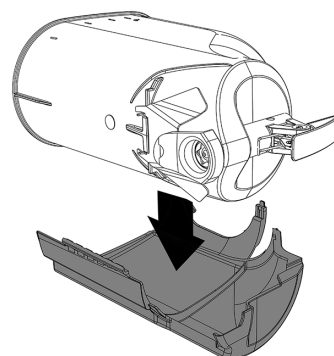
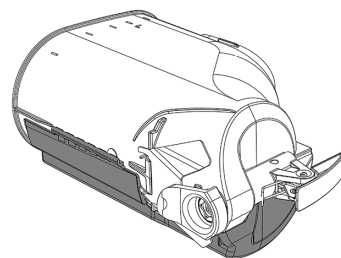

figura 2
figura 3
**1** Adagiare la parte destra del recover su un piano. Posizionare il contenitore al suo interno.(vedere figura 2)(vedere figura 3).